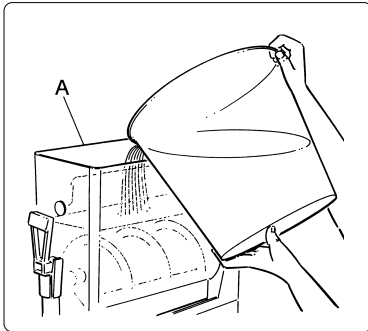

Fig. 4
- b) Versare il prodotto ottenuto nella vasca (A) (vedi fig. 4).